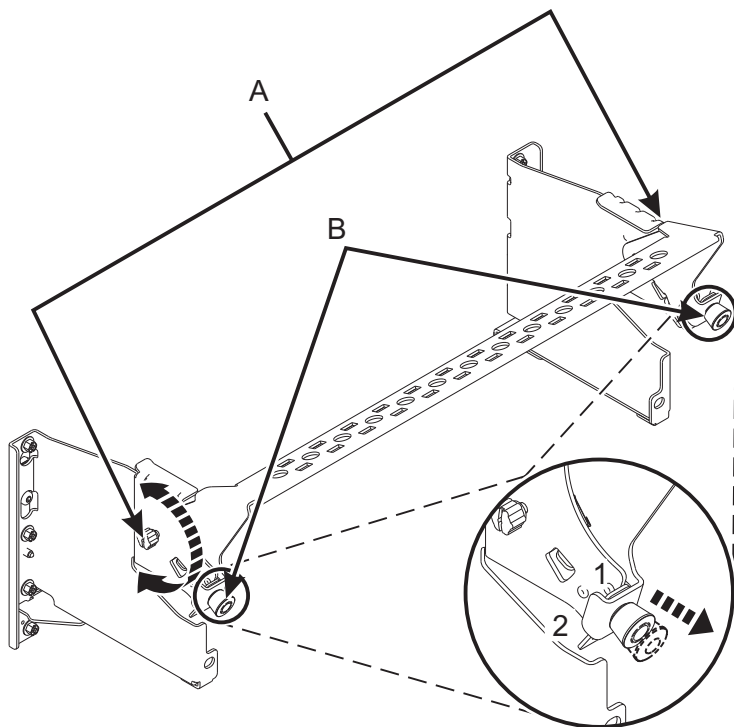

Figura 10. Col·locació de la peça de subjecció portacables en posició de servei
4. Poseu la peça de subjecció portacables a la posició de servei. Consulteu la Figura 10 a la pàgina 10.